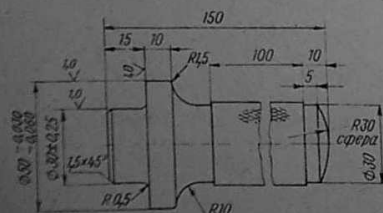

Рис. 51. Оправка для запрессовки сальника первичного вала коробки передач
4. Наклонив двигатель назад насколько позволяют передние опоры его подвески, установить на четыре шпильки 3 и 15, завернутые в задний торец блока цилиндров, картер сцепления, предварительно подобранный с сальником первичного вала коробки передач, вилкой выключения сцепления, вентиляционным щитком и чехлом вилки. Запрессовку сальника в гнездо картера сцепления рекомендуется производить с помощью специальной оправки, показанной на рис. 51. Перед запрессовкой поверхность сальника первичного вала следует покрыть моторным маслом.